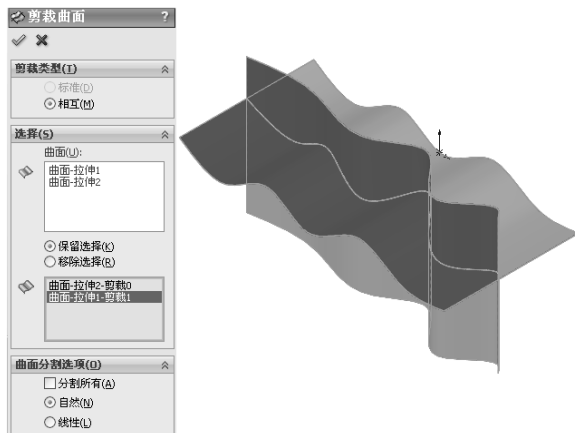

图 4-73 剪裁类型为“互相剪裁”
- 4) 如果在步骤 2) 中选择了“互相剪裁”, 则在“选择”一栏中单击“曲面”项目中按钮右侧的显示框, 然后在图形区域中选择作为剪裁曲面的至少两个相交曲面; 单击“保留部分”项目中按钮右侧的显示框, 然后在图形区域中选择需要的区域作为保留部分 (可以是多个部分), 所选项目会在对应的显示框中显示, 如图 4-73 所示。